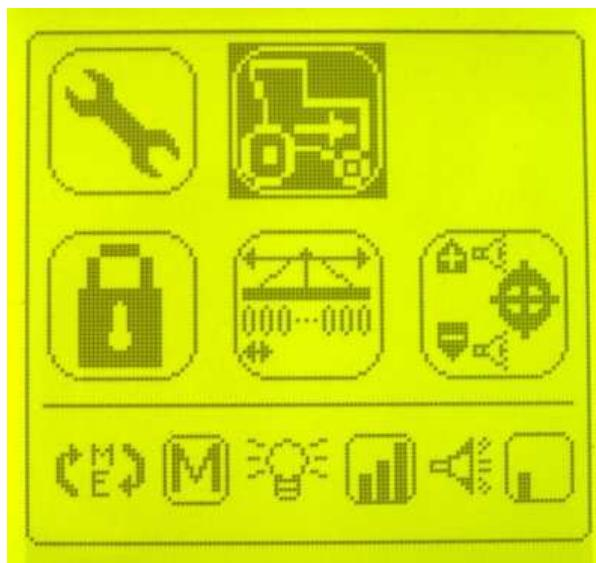
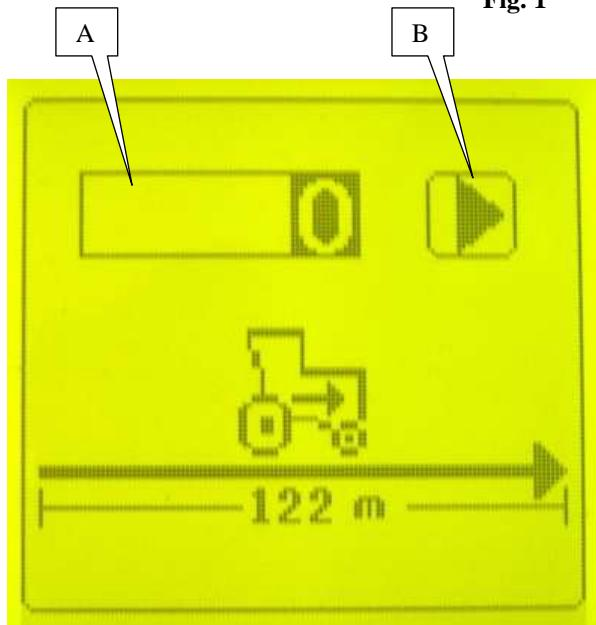

Fig. 1
Fig. 2
a) Configurazione utile della console (Fig. 1)
cadrان (fig.1) et valider avec . L'affichage (Fig. 2) apparaît
In programming mode highlight the icon (fig.1) and validate with . The display (fig 2) appears